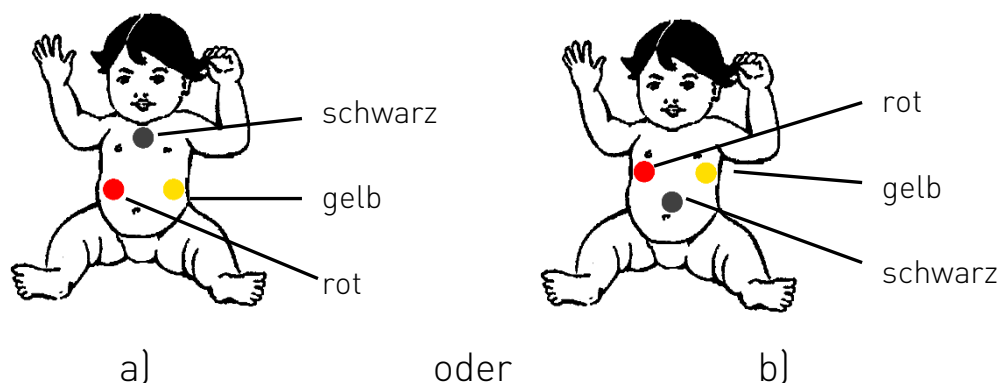
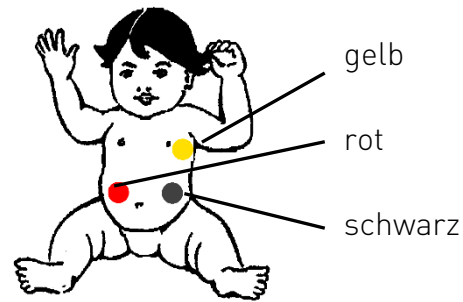

Fig. 34 Empfohlene Elektrodenkonfigurationen
Fig. 35 Alternative Elektrodenkonfiguration
Beginnen Sie mit den Elektrodenkonfigurationen, die in Fig. 34 dargestellt sind. Legen Sie die mit Gel beschichtete Seite der Elektrode auf die gewählte Stelle und drücken Sie sie mehrmals vorsichtig an, um einen guten Kontakt herzustellen. Ordnen Sie zuerst an:
- die Elektroden an Säuglingen wie in Fig. 34 a) dargestellt (diese Elektrodenkonfiguration hat sich häufig bewährt, da sich die Bauchdecke des Säuglings im Allgemeinen synchron mit der Atmung bewegt),
- die Elektroden bei allen anderen Personen wie in Fig. 34 b) abgebildet.
Wenn die in Fig. 34 dargestellten Elektrodenkonfigurationen kein gutes Signal liefern, versuchen Sie die in Fig. 35 dargestellte alternative Elektrodenkonfiguration.